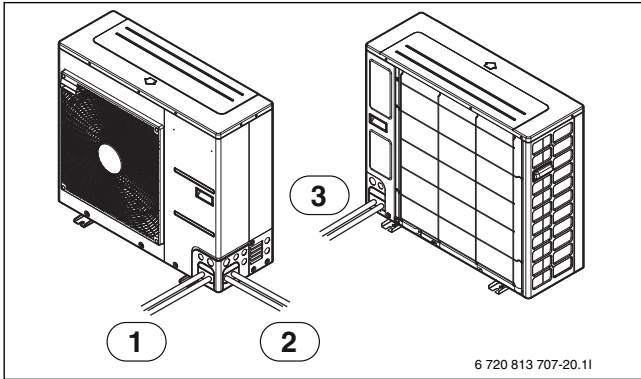

Рис. 22
- Трубы можно подключать в четырёх направлениях. Возможные направления см. на изображении (→ рис. 22 и 23).